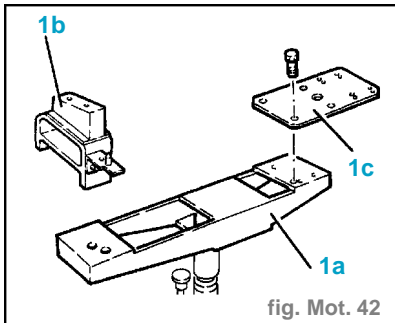

fig. Mot. 42
- Installer l'outil (4) 1.870.644.001.
- Réassembler les outils sur le vérin hydraulique en vue de la dépose du motopropulseur : (fig. Mot. 42)